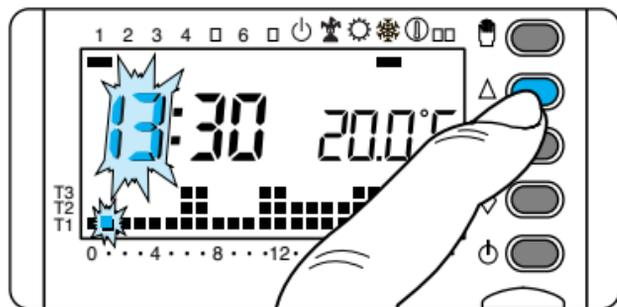

Fig. 16
3.5 - Premere il pulsante  oppure  fino a raggiungere l'ora esatta (fig. 16).